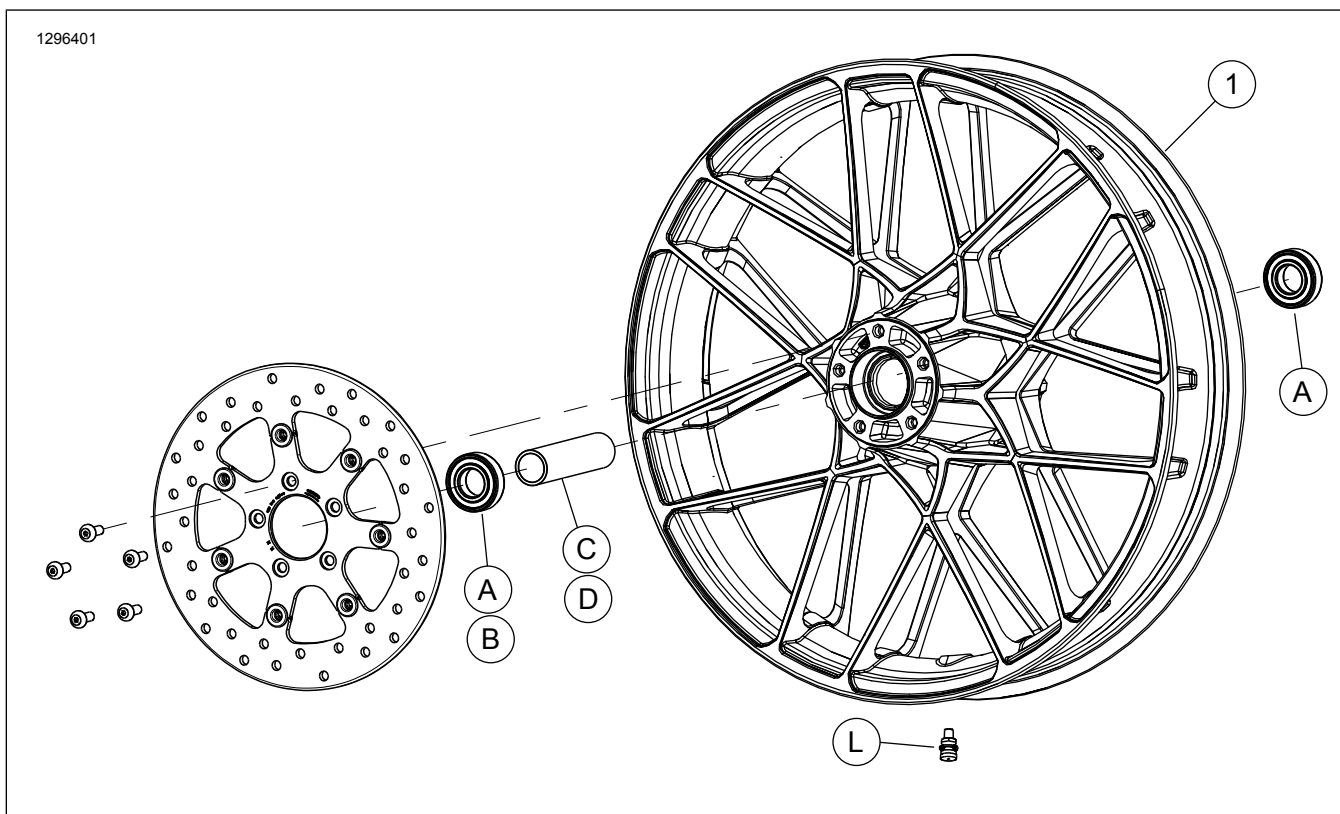

Figure 2. Pièces de rechange : Roue avant
Ce kit comprend uniquement une roue personnalisée. Consultez Figure 2 et Tableau 2.
2. Consultez Figure 2 . Installez l'assemblage du corps de valve (L) sur la roue. Consultez le manuel d'entretien.